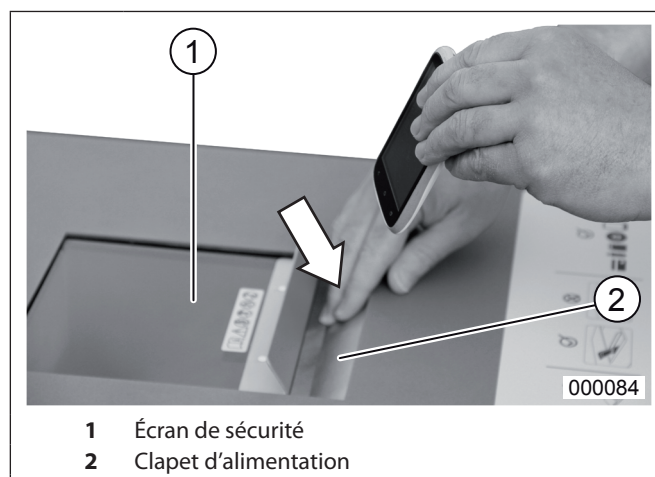

fig.3 Alimentation à travers le clapet d'alimentation
**Alimentation à travers le clapet d'alimentation (fig. 3/2)**
### Alimentation à travers l'écran de sécurité (fig. 3/1)